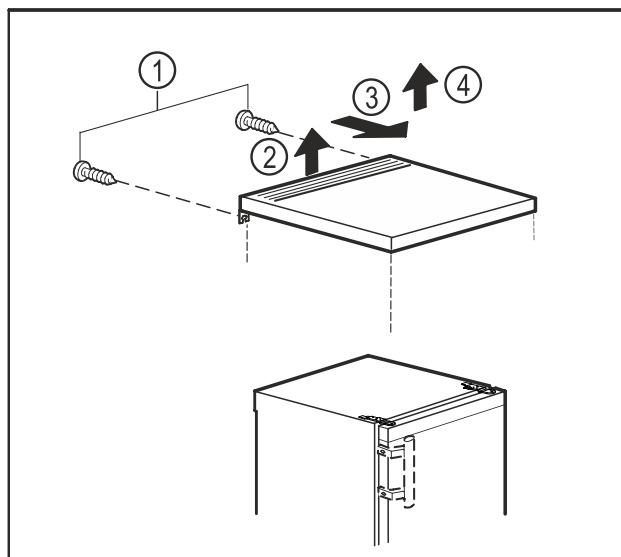

Fig. 9
- ▶ Ta bort skruvar på baksidan. Fig. 9 (1)
- ▶ Lyft topplatta baktill. Fig. 9 (2)
- ▶ Skjut topplatta framåt. Fig. 9 (3)
- ▶ Lyft av topplattan uppåt. Fig. 9 (4)